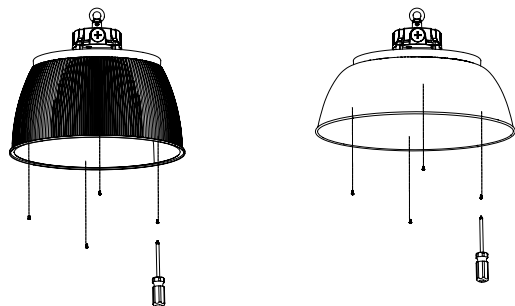

Figure 13
2. Validez l'installation : assurez-vous que le réflecteur est bien fixé. (Voir la figure 13)